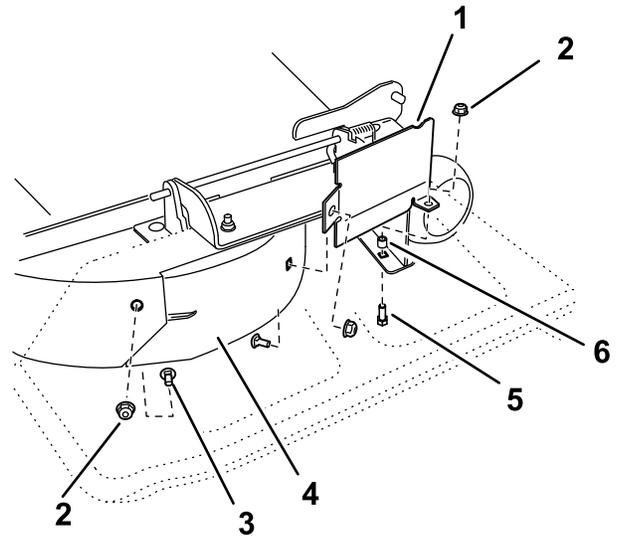

Bild 11
3. TimeCutter HD-Maschinen: Befestigen Sie die Schutzvorrichtung für das Ablenkblech mit einer Schlossschraube (5/16" x 3/4"), einem Distanzstück und zwei Muttern (5/16"), wie in Bild 11 abgebildet.